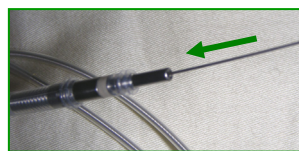

Figure 1. Insertion du fil guide dans l'extrémité terminale de la sonde.
3. Introduire l'extrémité proximale (non souple) d'un fil guide dans la sonde (Figures 1 et 2).